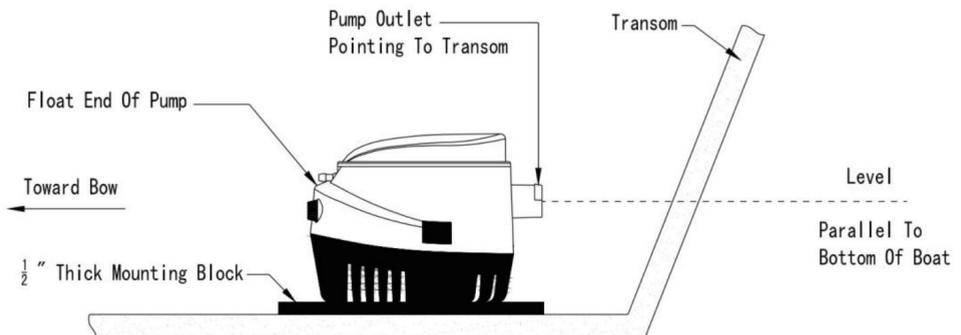

Figure 1
1. Zorg ervoor dat de dikte van de romp ten minste 1/2" dik is. Als dat niet het geval is, plaats dan een blok 1/2" marine multiplex (iets groter dan de pompbasis) in het laagste deel van de bilge. Zorg ervoor dat de pompkap verwijderd kan worden voor reiniging in deze positie. Lijm het multiplex aan de romp met een waterdichte lijm (epoxy, siliconenlijm of glasvezelhar). Zie afbeelding 1.
(Zie afbeelding 1). Dit voorkomt dat de pomp zonder water komt te zitten terwijl de